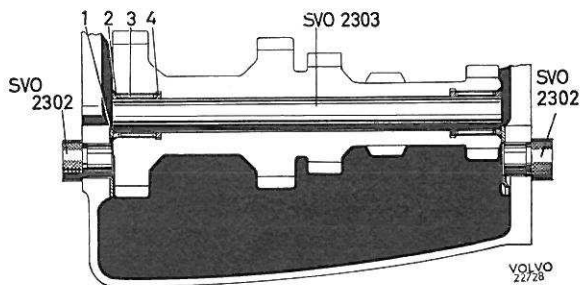

Figure 36. Remontage de l'arbre intermédiaire
3. Fixer les rondelles sur la boîte avec un peu de graisse par exemple. Les guider avec le mandrin SVO 2302, voir figure 36. Poser les pignons d'arbre intermédiaire dans le fond de la boîte.